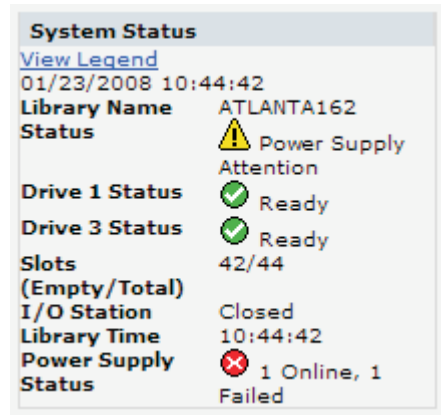

图 13. 显示电源故障的 4U 磁带库 System Status 屏幕
- 只有当 4U 磁带库中使用冗余电源，而且磁带库的制造日期晚于 2008 年 3 月 14 日时，Power Supply Status 才会显示。如果冗余电源发生故障，System Status 屏幕将如第 23 页的图 13 中所示显示。